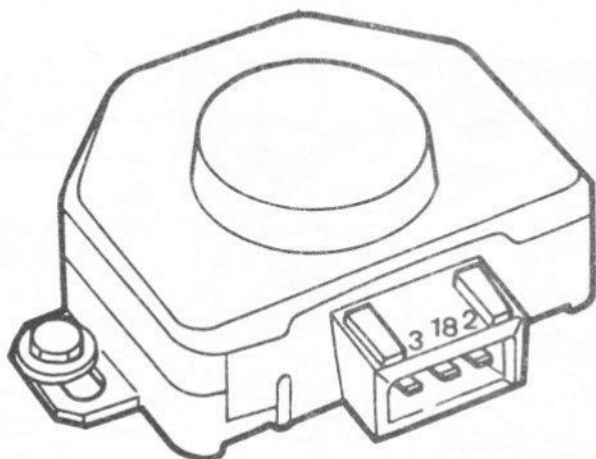

Fig. 13.49 Contacteur de papillon et numérotation de bornes – système LU2-Jetronic (Sec 9C)
- 13 Débrancher les fils du contacteur puis relier un ohmmètre aux bornes 2 et 18 du contacteur – voir Fig. 13.49. L'ohmmètre doit indiquer une valeur de zéro.